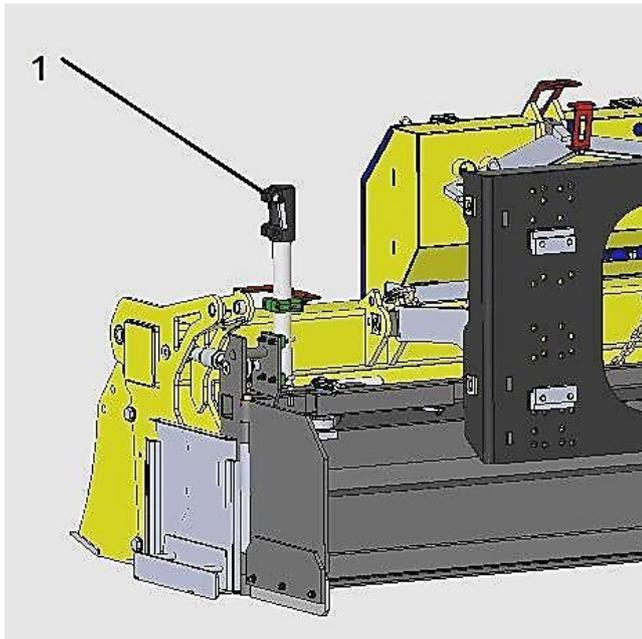

Abb. 4
- In die beiden Halterungen (1) werden jeweils auf der linken und rechten Seite des LEVELKING LK die Alu-Rohre (2) für die Lasersensoren (3) hineingesteckt und mit den Klemmhebeln fixiert (siehe Abb. 4+5).